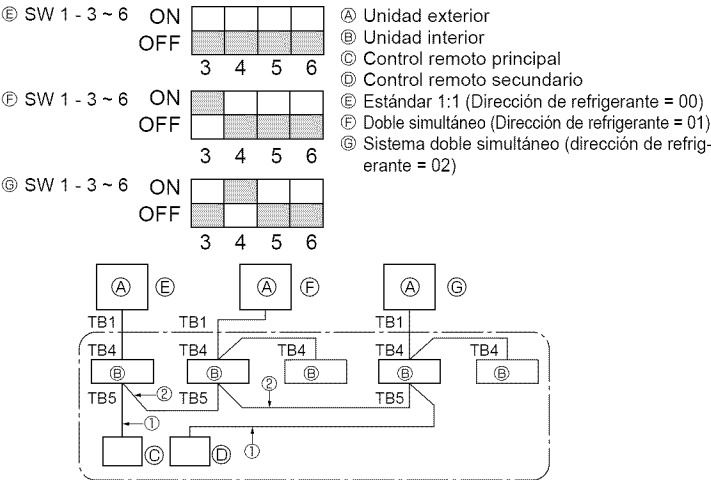

Fig. 9-1
- ① Fuente de alimentación (disyuntor).
- ② Después de cerrar la válvula de gas, sitúe el interruptor SWP del cuadro de control de la unidad exterior en posición ON. El compresor (unidad exterior) y los ventiladores (unidad interior y exterior) se ponen en marcha y empieza el proceso de recuperación del refrigerante. Los indicadores LED1 y LED2 del cuadro de control de la unidad exterior están encendidos.
- ③ Dado que la unidad se para automáticamente al cabo de dos o tres minutos después de terminar el proceso de recuperación del refrigerante (LED1 y LED2 están encendidos), asegúrese de cerrar rápidamente la válvula de parada de gas. Cuando los indicadores LED1 y LED2 estén encendidos y la unidad exterior esté parada, abra completamente la válvula de parada de líquido y repita el paso ② al cabo de tres minutos.
- ④ Corte la corriente (disyuntor).
9. Sistema de control (Fig. 9-1)